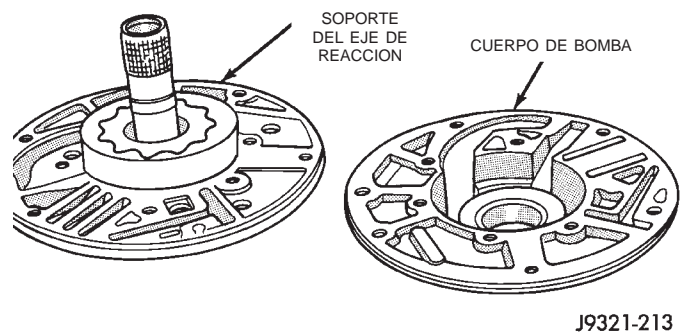

Fig. 120 Separación del cuerpo de bomba del soporte del eje de reacción
- (4) Separe el soporte del cuerpo de bomba (Fig. 120).